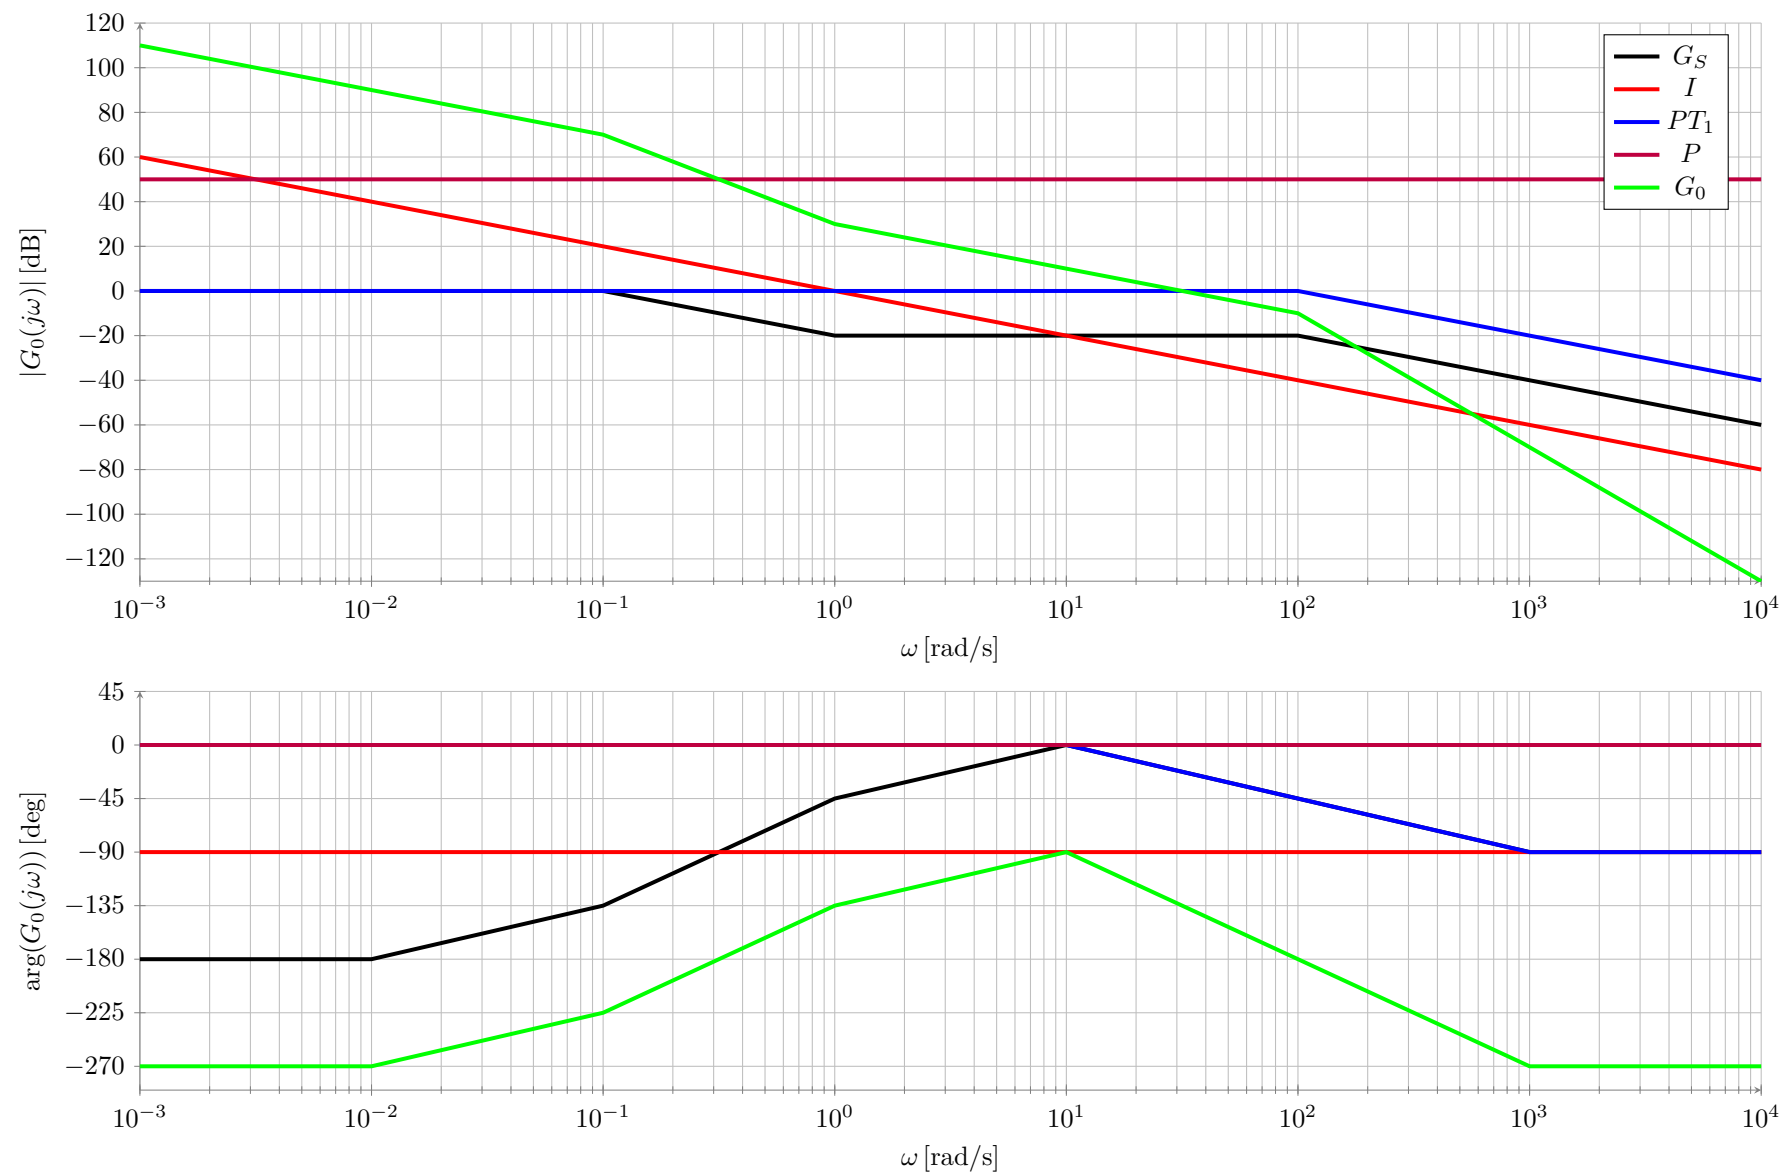

Abbildung 10: Bode-Diagramm für Aufgabe 4
Es soll eine Reglerauslegung per Loop-Shaping für die Strecke $G_S(s)$ durchgeführt werden. Der Frequenzgang der Strecke wurde experimentell bestimmt und ist in Abbildung 10 dargestellt. Es ist bekannt, dass sich die Übertragungsfunktion $G_S(s)$ nur aus Standardregelkreisgliedern **erster** Ordnung zusammensetzt.
- a) (1 Punkt) Ermitteln Sie die Übertragungsfunktion von $G_S(s)$ aus dem Bode-Diagramm in Abbildung 10. Benennen Sie die einzelnen Glieder und geben Sie die Zeitkonstanten an.
- d) (2 Punkt) Der Verstärkungsfaktor wird zunächst auf $K_R = 1$ festgelegt. Wählen Sie die Zeitkonstante T_M so, dass der Amplitudengang nur oberhalb von $\omega = 100 \text{ rad/s}$ um genau -60 dB/Dek abfällt (mit der üblichen Approximation der Steigungen). Zeichnen Sie das I- und das PT_1 -Glieder des Reglers in das Bodediagramm in Abbildung 10.
- e) (2 Punkte) Nun soll der Verstärkungsfaktor K_R genauer analysiert werden. Zeichnen Sie den Frequenz- und Amplitudengang des gesamten offenen Regelkreises in das Bodediagramm in Abbildung 10. Wählen sie den Verstärkungsfaktor K_R so, dass der geschlossene Regelkreis asymptotisch stabil ist und eine Phasenreserve von etwa $\varphi_r = 45^\circ$ erreicht wird.